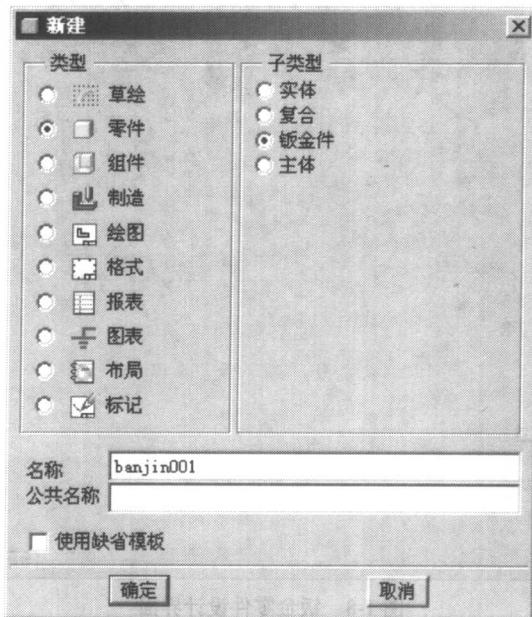

图 1-6 “新建”对话框
(2) 单击工具栏中的新建文件按钮 ，在弹出的“新建（New）”对话框中，类型选择 [零件（Part）]，子类型选择 [钣金件（Sheetmetal）]，在[名称（Name）]后面的文本框中输入新建文件名 banjin001。取消选择 [使用缺省模板（Use default template）] 选项，如图 1-6 所示。单击 **确定**。